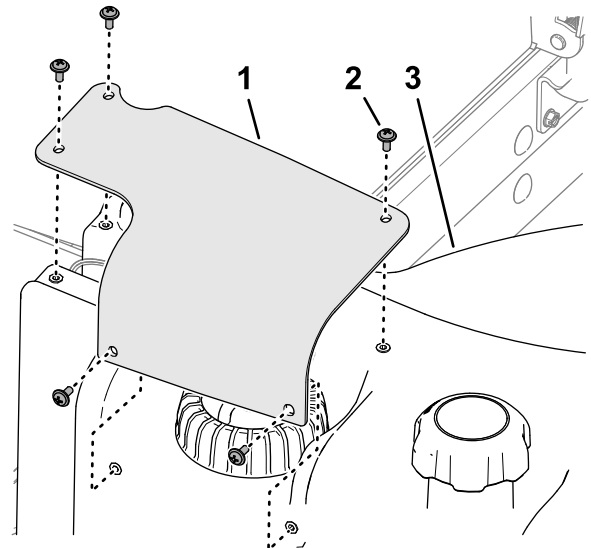

Bild 99
7. Richten Sie die Löcher in der Abdeckung des Kraftstoff-Füllstandsensors an den Löchern im Kraftstofftank aus und befestigen Sie die Abdeckung mit den fünf Kreuzschlitzschrauben am Kraftstofftank (Bild 99).